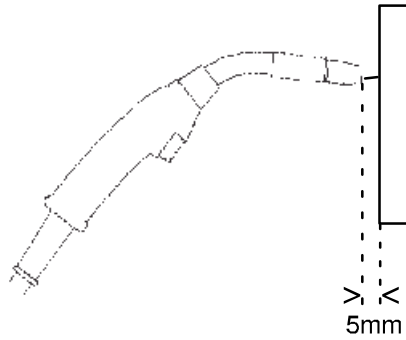

Fig. 1
- Quando se posiciona a tocha a uma distância de aproximadamente 5 mm do pedaço de madeira (fig. 1) e o arame deverá patinar.